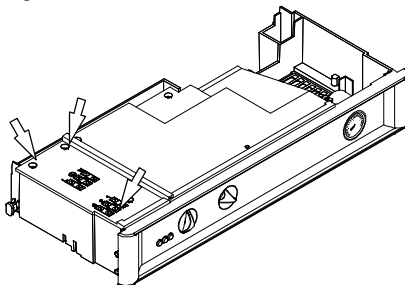

fig. 8.2
- 6 Aflojar los tornillos y retirar la tapa de la bornera fig. 8.2